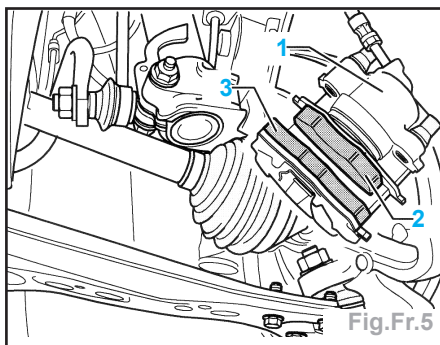

Fig.Fr.5
- Enlever l'étrier de frein (1) et le fixer avec du fil de fer de manière que le poids de celui-ci n'endommage pas la Durit (Fig.Fr.5).